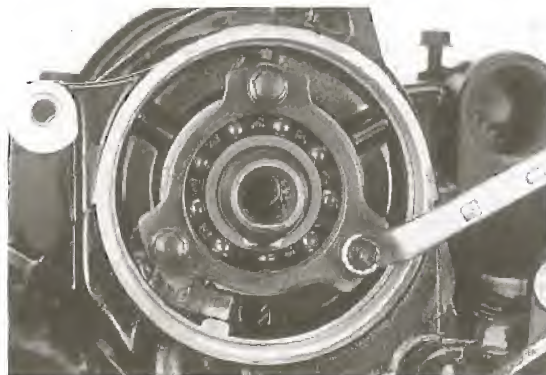

Bild 143
- Lagerschildschrauben (Bild 143) ausdrehen. Lagerschild und Öldüse abnehmen.
● Öldüse einsetzen und Lagerschild montieren (Bild 143; flüssige Schraubensicherung begeben).